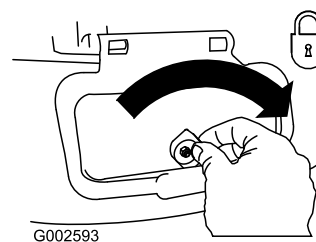

Figura 34
**Importante:** Bloquee la puerta de descarga lateral después de cerrarla (Figura 34).